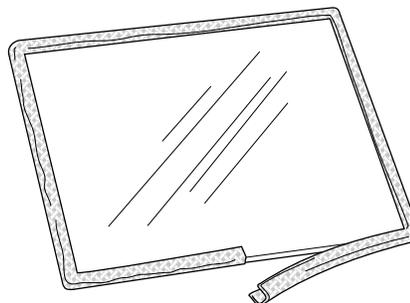

Figure 32. Envelopper le joint autour du panneau de verre.
4. Retirez l'ancien matériau du joint. Voir fig. 32
1. Enveloppez uniformément les bords de la vitre avec le nouveau joint d'étanchéité, en pelant la bande protectrice pour exposer la face adhésive au fur et à mesure. Voir fig. 32. Appuyez la face adhésive sur la surface de la vitre. N'étirez pas le joint d'étanchéité.